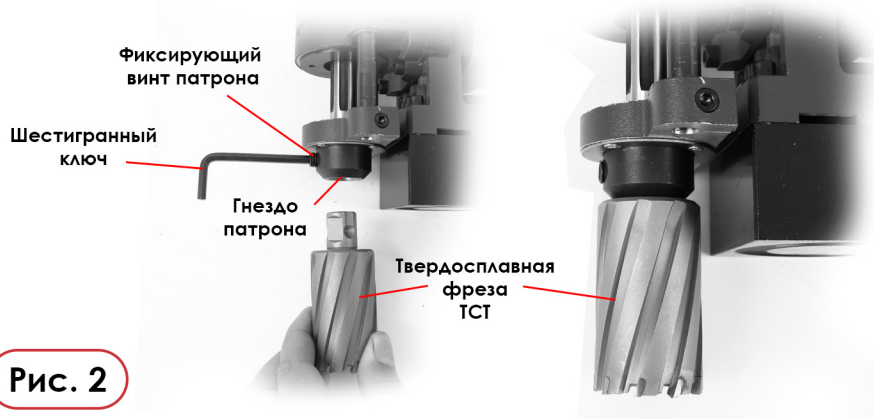

Рис. 2
1. Ослабьте 2 шестигранных фиксирующих винта патрона с помощью входящего в комплект поставки шестигранного ключа (Рис. 2).